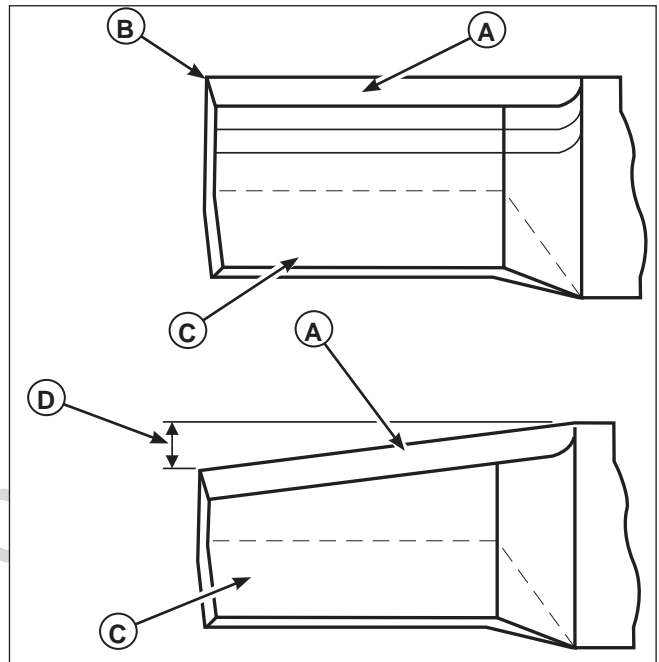

Figura 27. Inspección de las puntas de las cuchillas del cortacésped
- A.) Les faltan 0.5" (12.7 mm) del metal de las cuchillas del cortacésped debido a un afilamiento previo o a desgaste (D, Figura 27).